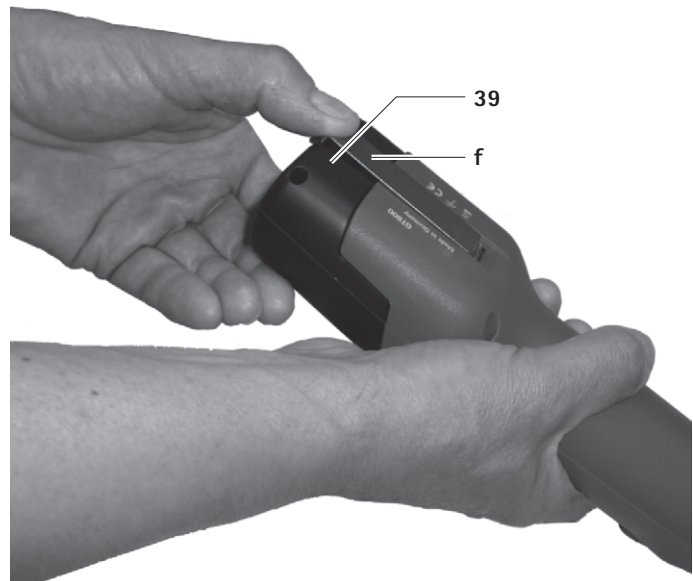

Рис. 3
- Зафиксировать литиево-ионный аккумулятор **39** при помощи блокировки аккумулятора **f**, см. Рис. 3.